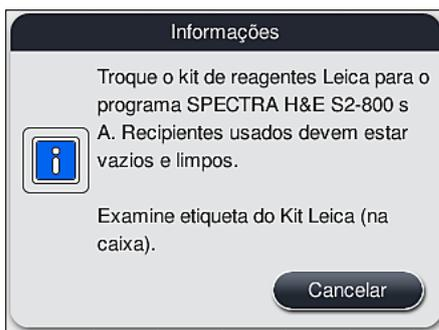

Fig. 57
1. Quando solicitado pela mensagem de informações (→ "Fig. 57") na tela, segure a etiqueta da embalagem de papelão em frente ao sensor RFID na frente do aparelho (→ "Fig. 58-1") para que ela seja lida.
- A varredura no kit de reagente Leica somente pode ser cancelada usando o botão **Cancelar** na mensagem de informações exibida em (→ "Fig. 57") e antes de iniciar a leitura do rótulo da embalagem, sem que o kit de reagente Leica expire.